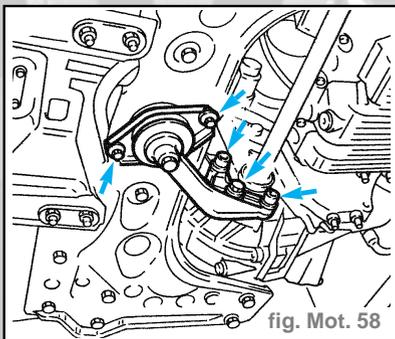

fig. Mot. 58
- Déposer le palier central du groupe motopropulseur en dévissant les vis de fixation (fig. Mot. 58).